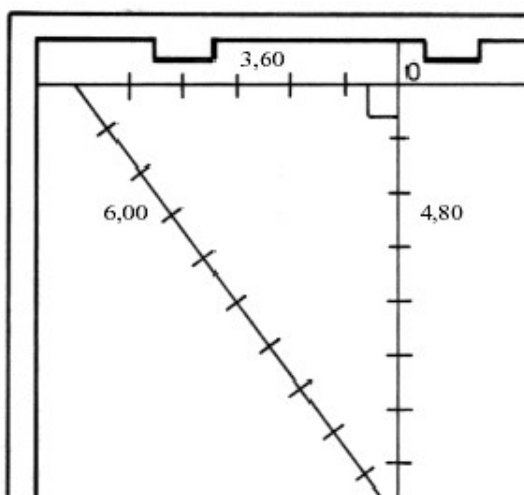
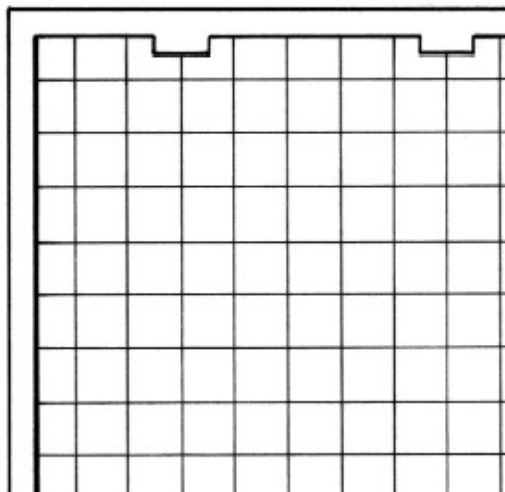

Fig 1
Fig 2
1. Inceperea montajului se face prin trasarea a 2 axe perpendiculare pe pardoseala camerei, paralele cu laturile panourilor ce se vor monta (fig.1)
2. Structura se va aseza respectandu-se modularitatea de 600x600mm, incepand cu punctul 0 (vezi fig.1) evitandu-se, in urma asezarii acesteia, obtinerea de taieturi de panouri de dimensiuni reduse sub 15 cm (fig.2).